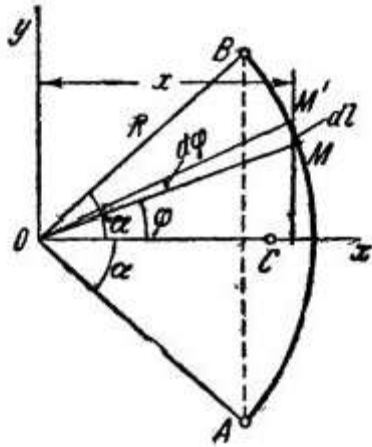

Рис. 1.14
1. Центр тяжести дуги окружности. Рассмотрим дугу АВ радиуса R_c центральным углом $\angle AOB = 2\theta$. В силу симметрии центр тяжести этой дуги лежит на оси Ox (рис. 1.14).